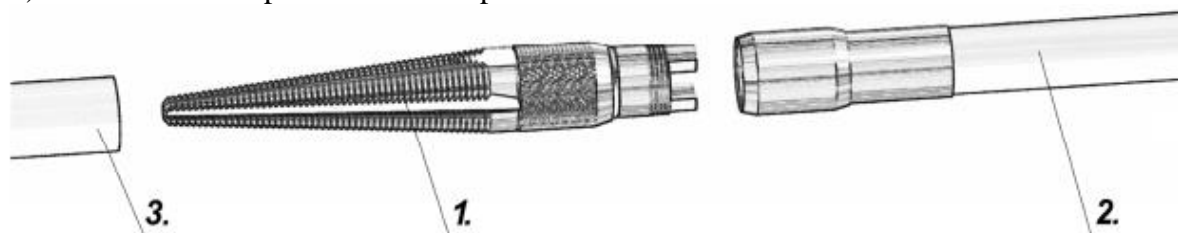

Figura 8.8.1
Pentru instalarea tevilor din PE, PVC (manual), trebuie sa utilizati niplul de insertie (1) (Figura 8.8.1.). Aceasta metoda poate fi utilizata pentru tevilor cu diametrul  $\text{Ø}25\div\text{Ø}45$  mm.